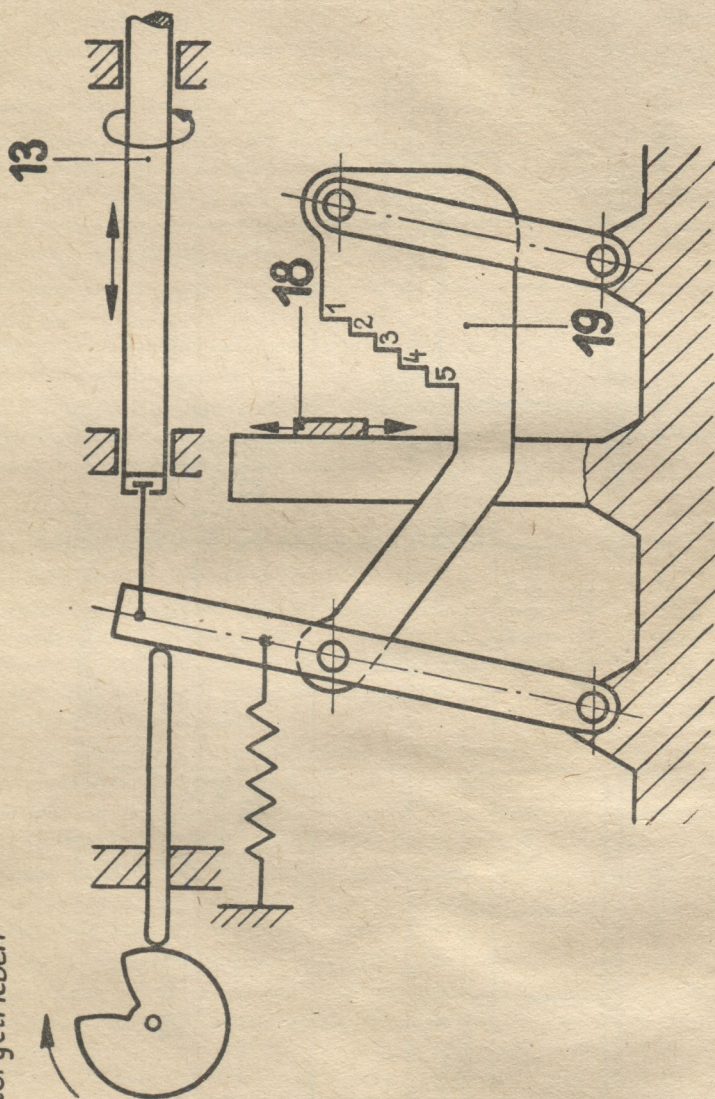

Bild 6
Je nach Stellung des Istwertzeigers ergeben sich bei der Abtastung verschiedene Abtasthöhen des Tastbügels, die in seitliche Verschiebungen einer motorisch gedrehten Welle (13) (siehe Bild 6) umgesetzt werden.